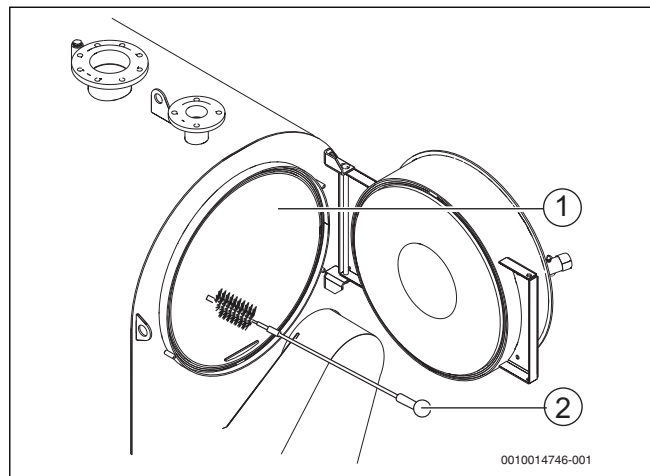
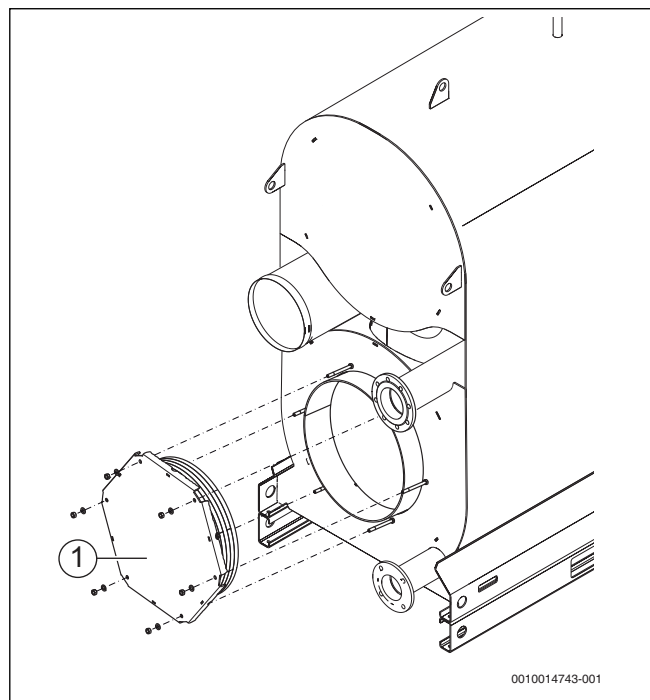

Рис. 38 Чистка поверхностей нагрева
Рис. 39 Демонтаж крышки оборотной камеры.
- ▶ Очистите поверхности нагрева камеры сгорания (→ рис. 38, [1], стр. 36) щётками [2].
- ▶ Удалите нагар из камеры сгорания (→ рис. 38, [1], стр. 36), газоотводящих каналов и оборотной камеры (→ рис. 39, [1], стр. 36).